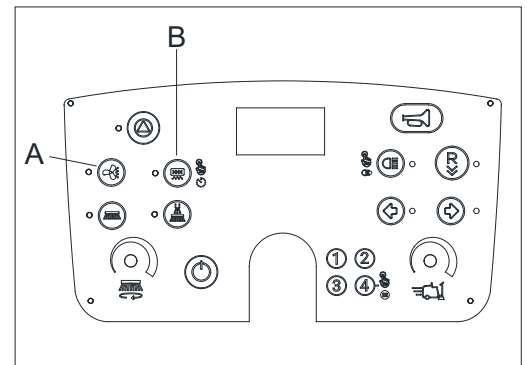

Figura 10
Ao operar em superfícies molhadas, pressione o botão do ventilador de poeira (A, Figura 10) para desligar o sistema de aspiração para evitar danos ao filtro de poeira.
5. Para que a máquina funcione corretamente, o filtro deve estar tão limpo quanto possível. Pressione o botão do agitador do filtro (B, Figura 10) para ativar a função de agitação da poeira. Durante este processo, o motor de aspiração desliga-se automaticamente. Após a agitação da poeira, o sistema de aspiração retomará automaticamente a operação e, em seguida, continuará a limpeza. Durante a operação, pressione o botão do agitador do filtro (B, Figura 10) por 2 segundos para iniciar o modo "Agitação automática da poeira do filtro", que repete o processo de agitação automática da poeira a cada 10 minutos em média (o intervalo de repetição pode ser modificado nas configurações e os utilizadores podem ajustá-lo com base no nível de poeira na área de limpeza).